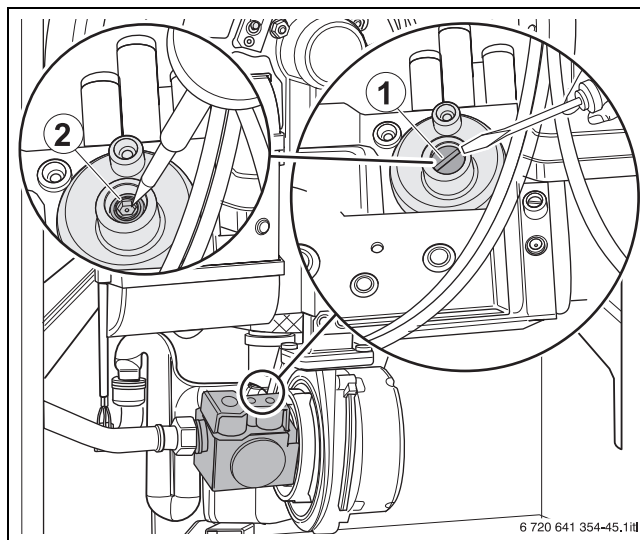

Fig. 37 Revise el ajuste de CO2 con carga parcial
- ▶ Retirar el tornillo de recubrimiento del tornillo de ajuste de carga parcial (→ fig. 37, [1]).
- ▶ Si los valores de CO2 son inferiores al 9,0 % o superiores al 9,6 % corrija el ajuste del tornillo de ajuste de carga baja al 9,3 % (→ fig. 37, [2]).
- ▶ Si los valores de CO2 son inferiores al 9,8 % o superiores al 10,8 % corrija el ajuste del tornillo de ajuste de carga baja (→ fig. 37, [2], tab. 14).